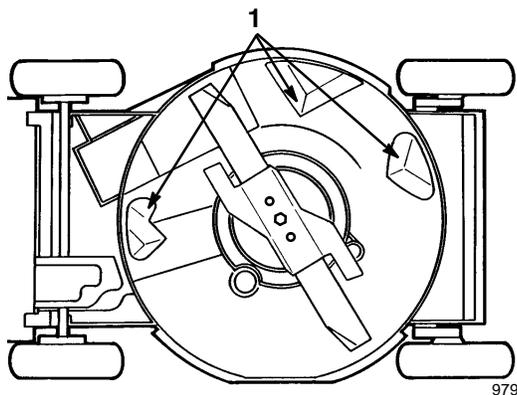

Figure 17
Le dessous du carter de tondeuse doit rester propre. Veiller particulièrement à ce que les plaques de déflexion ne soient pas couvertes de débris (Fig. 17).
4. Basculer la tondeuse sur le côté gauche (Fig. 17).